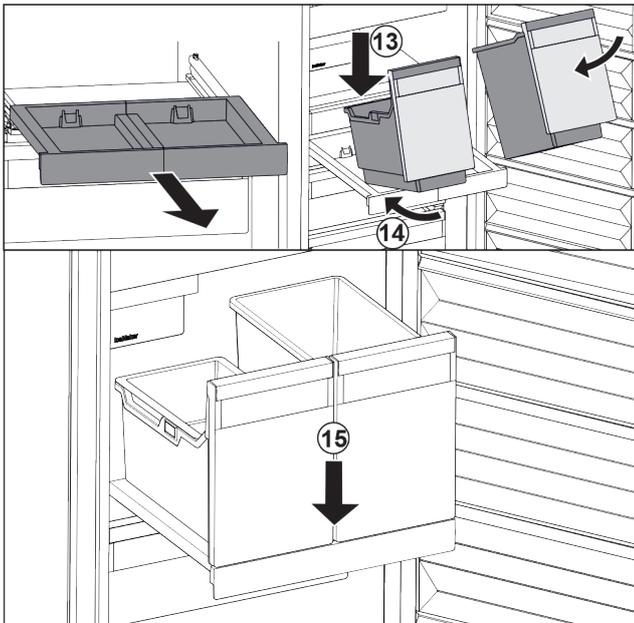

Fig. 47
- ▶ Behälter schräg auf das Auszugsbord aufsetzen. Fig. 47 (13)
- ▶ Behälter schräg nach hinten einschieben. Fig. 47 (14)
- ▶ Behälter vorne absetzen. Fig. 47 (15)